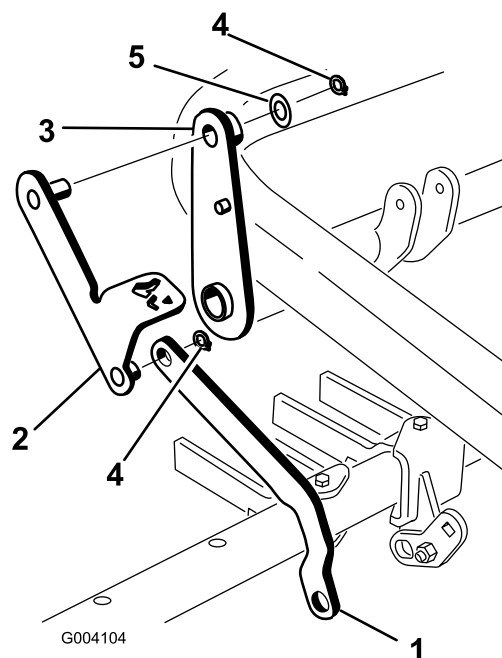

Figure 15
3. Glissez l'extrémité de la biellette de barre porte-outil sur le tenon court du levier de pédale et fixez-la avec une bague de retenue (Figure 15).
4. Passez le tenon sur l'autre extrémité du levier de pédale à travers le haut du levier et fixez-le en place avec une rondelle (7/8 po) et une bague de retenue (Figure 15).